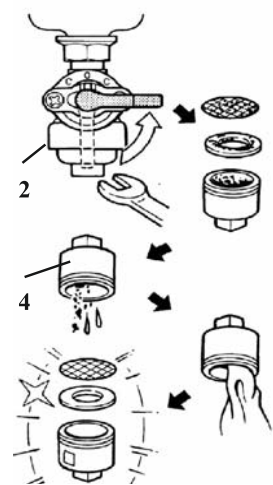
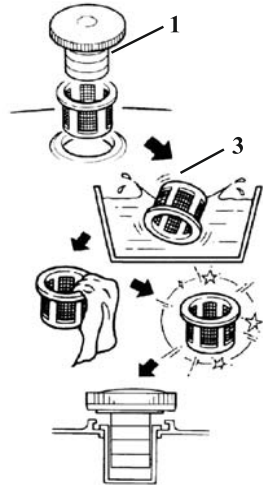

рис. 4
рис. 5
6.4.1 Снимите крышку топливного бака 1 (рис. 5) и колпачок крана подачи топлива 2 (рис. 4), стараясь не повредить уплотнения. Слейте остатки топлива во вспомогательную ёмкость.
6.4.2 Удалите загрязнения с фильтров 3 и 4 (рис. 4, 5) промыванием в лёгком растворителе (типа № 646, Уайт-Спирит) и продувкой.
6.5.2 Удалите или полностью выработайте имеющуюся в баке топливную смесь. Слив производите, сняв колпачок 2 (рис. 4) крана подачи топлива.